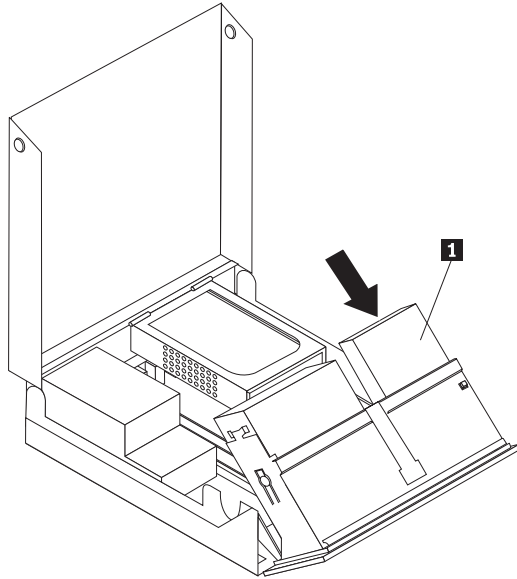

图 13. 安装新驱动器
8. 从驱动器托架组合件的后部安装新的驱动器 **1**，并将软盘驱动器 **1** 滑到锁定位置。请参阅图 13。